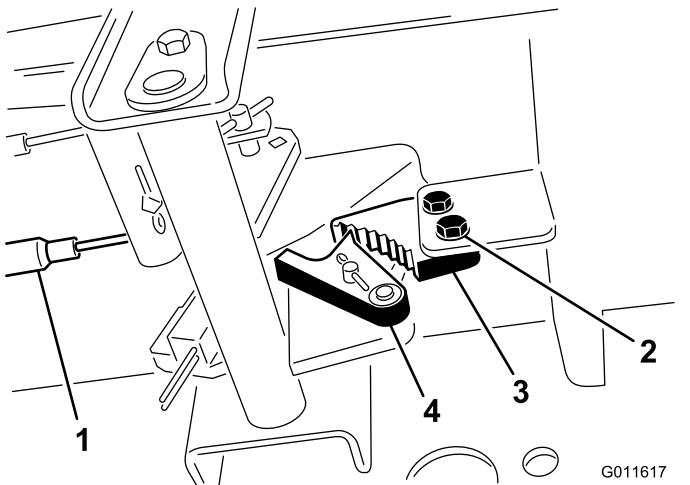

Рисунок 70
- Ослабьте два винта крепления защелки стояночного тормоза к раме (Рисунок 70).
- Винты (2)
- Нажмайте педаль тормоза вперед, пока углубление тормоза не войдет полностью в зацепление с защелкой тормоза (Рисунок 70).